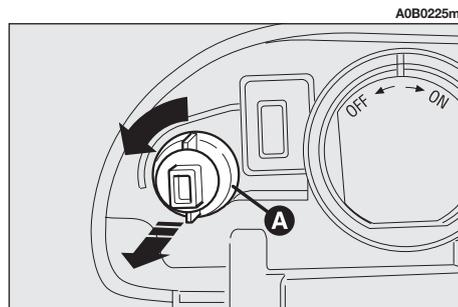

Abb. 30
- Die Lampenhalterung (**A, Abb. 30**) entgegen dem Uhrzeigersinn drehen und herausnehmen.